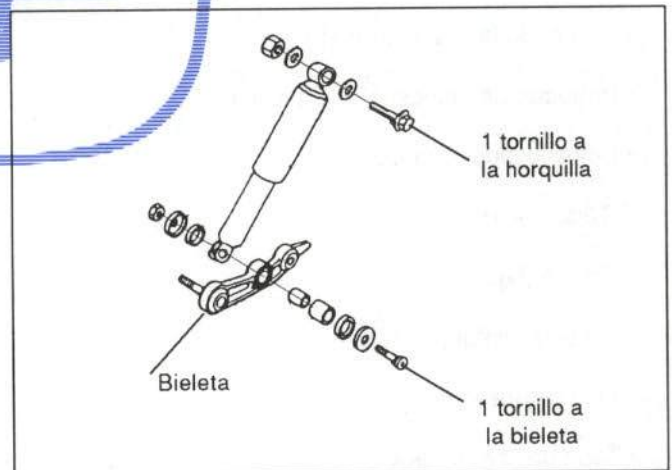

Figura 29.- Amortiguador delantero
En la figura 29 se muestra su fijación.
- Amortiguadores delanteros (figura 29)